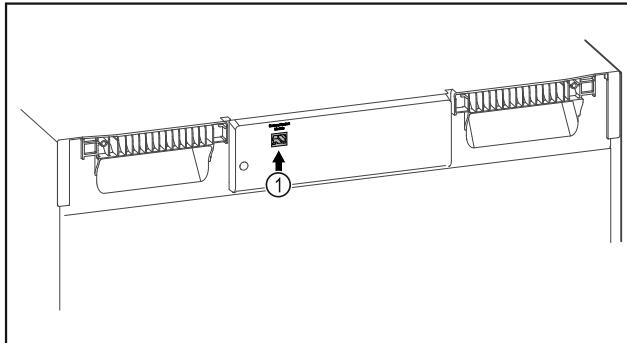

Fig. 89
- ❑ To SmartModule Fig. 89 (1) χρησιμοποιείται.